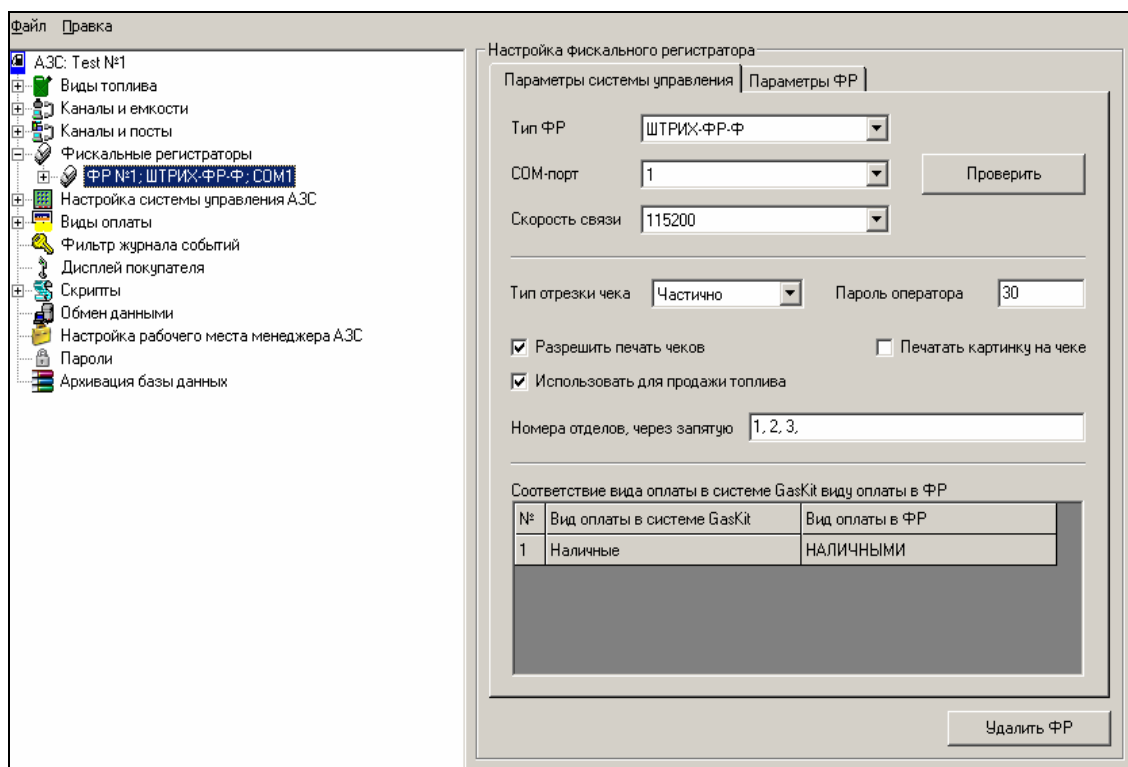

Рисунок 14
- Вкладка редактирования параметров системы управления (рисунок 14) – позволяет задавать параметры системы управления GasKit v.7.1 для работы с данным фискальным регистратором.